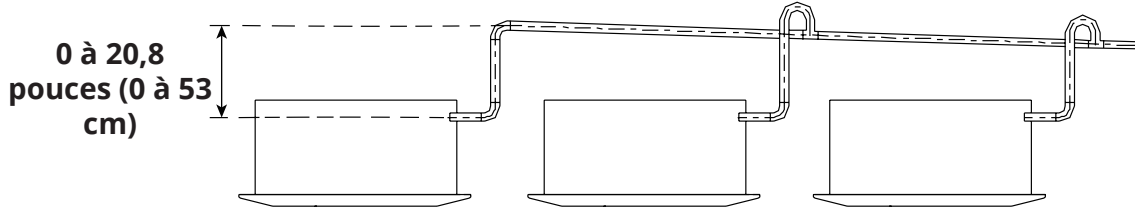

Figure 5.19
- Si vous installez plusieurs unités et prévoyez de les raccorder toutes à un seul tuyau de drainage, veuillez vous reporter aux figures 5.19 & 5.20 de la page suivante pour plus de détails sur la façon dont le tuyau d'évacuation doit être acheminé.